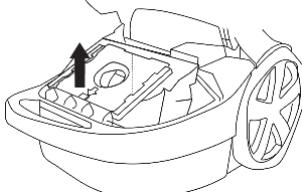
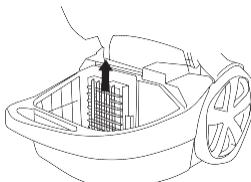

Abbildung 11 Wechselen des Staubsaugerbeutels
Abbildung 12 Entfernen des Einblasfilters
1. Sobald die Anzeige „Staubbeutel voll“ durch roten Indikator sichtbar anzeigen, sollte der Staubbeutel ersetzt werden siehe Abbildung 11.
3. Öffnen Sie den Deckel, indem Sie den Deckelloffner für den Staubsaugerbeutel nach oben ziehen. Entfernen Sie den Staubsaugerbeutel, siehe Abbildung 11. Ziehen Sie den Halterung des Einblasfilters, die sich hinter dem Staubsaugerbeutel befindet, heraus, siehe Abbildung 12.